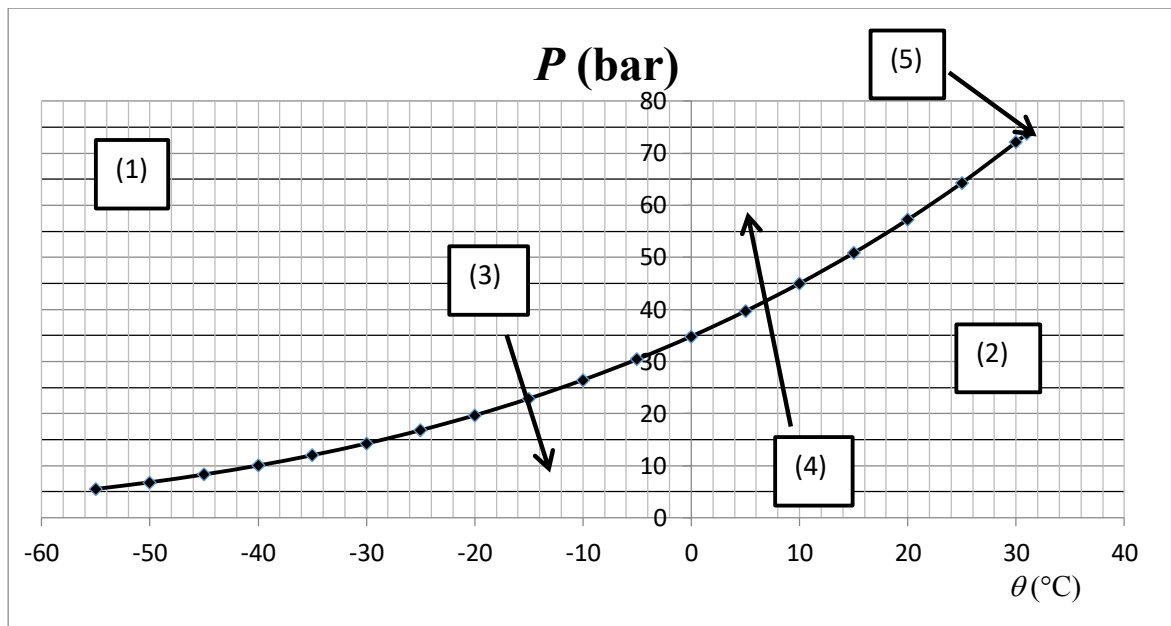

Figure 3 - Courbe d'équilibre liquide - vapeur pour CO₂
On fournit en **figure 3** le diagramme de phase dans le plan (*Pression, Température*) pour le CO₂, ou courbe d'équilibre liquide-vapeur. (1) et (2) sont des domaines, (3) et (4) sont des transformations et (5) est un point particulier.
Q14. Donner les 5 noms manquants de la **figure 3**.